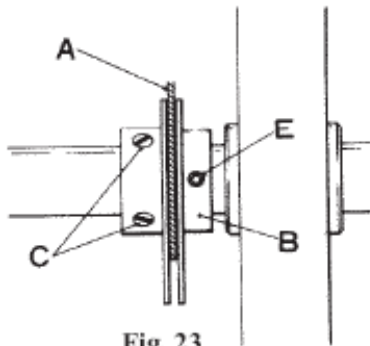

Fig. 23
1) Apply Cast-Off Plate (A) to Collar (B) to make it come to the center of groove on Looper Thread Take-Up (D) (Fig. 23). Then adjust the lateral position of the Take-Up (D) loosening Screw (C).
1) Ponga la Placa de Descarte (A) al Collar (B) para hacerlo llegar al centro del canal en el Tira hilos del Engazador (D) (Fig. 23). Después ajuste la posición lateral del Tira hilos (D) aflojando el Tornillo (C)